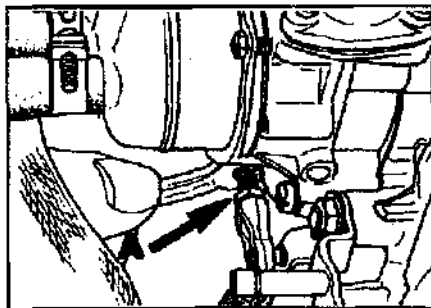

Рис.6 Регулировка пусковых оборотов.
- Установить заданное значение числа оборотов путем изменения длины стержня (А, Рис.6). Проверить уровень CO.